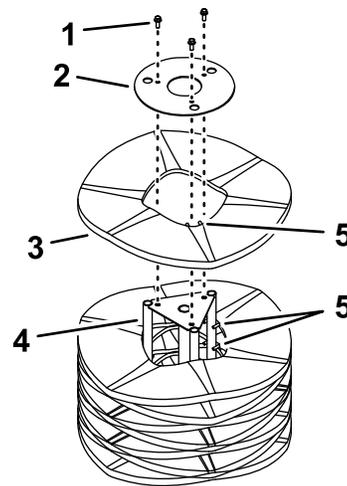

Figura 38
5. Apoie o conjunto do núcleo da vassoura numa extremidade de forma a que a placa do retentor da extremidade fique virada para cima (**Figura 38**).
6. Retire e guarde as ferragens da placa do retentor da extremidade (**Figura 38**).
8. Instale os novos segmentos sobrepondo as pontas de alinhamento do anel de metal como se mostra na **Figura 38**.